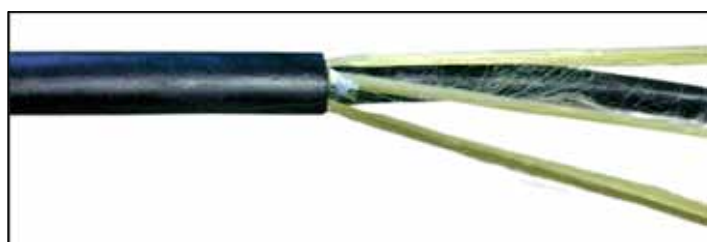

Рисунок 4.23 – Распределение нитей
4.3.3.2 На длине 2 м от конца ОК удалить наружную оболочку. Обрезать нити на расстоянии 300 мм от среза наружной оболочки ОК. Нити распределить по окружности, собирая в четыре пучка (рисунок 4.23), каждый пучок скрепить лентой 88T на расстоянии 200 мм от среза оболочки ОК.